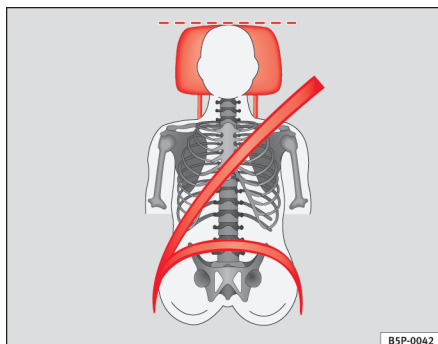
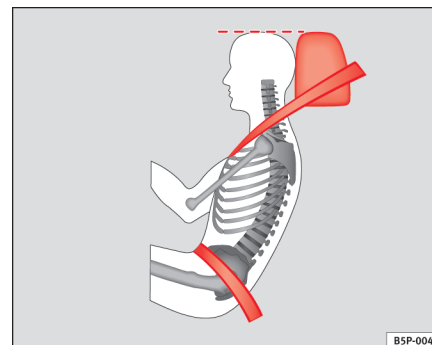

Fig. 64 Vue de face : appuie-tête convenablement réglé et ceinture correctement ajustée
Fig. 65 Vue de côté : appuie-tête convenablement réglé et ceinture correctement ajustée
- Ajustez l'appuie-tête de sorte que le bord supérieur de celui-ci soit à la même hauteur que la partie supérieure de la tête, et au minimum à la hauteur des yeux ⇒ fig. 64 et ⇒ fig. 65.